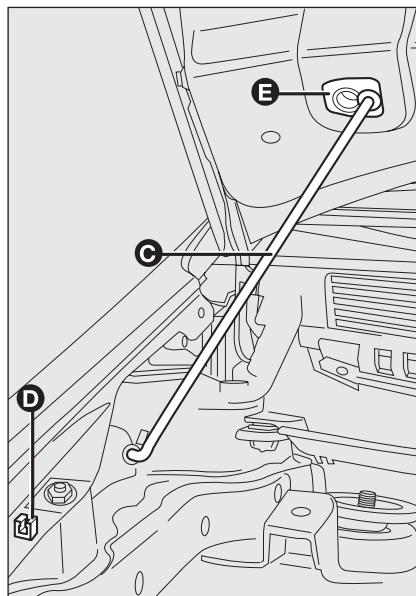

fig. 112
- ❑ sollevare il cofano e contemporaneamente liberare l'asta di sostegno **C**-fig. 112 dal proprio dispositivo di bloccaggio **D** quindi inserire l'estremità dell'asta nella sede **E** del cofano.
## CHIUSURA fig. 112